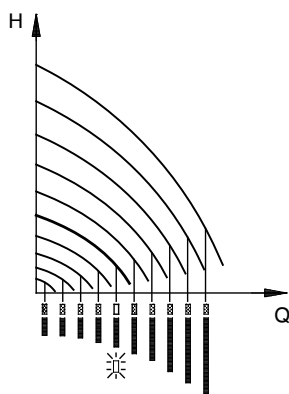

Рис. 11 Насос в **нерегулируемом** режиме (постоянная характеристика)
- Если устройство не имеет такого же кабельного соединения, экранирующую оплетку оставляют не подсоединенным с этой стороны, как это показано на рис. 11.
В нерегулируемом режиме управления насос работает в соответствии с введённой постоянной характеристикой, рис. 11.